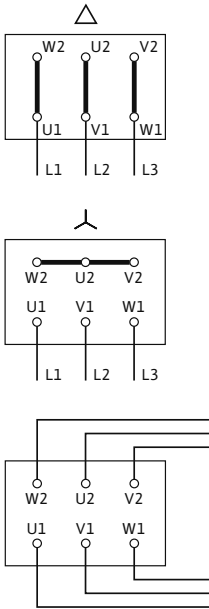

Fig. 17: Elektrik şebekesi bağlantısı
Elektrik bağlantısı için olan bağlantı şeması, klemens kutusunun kapağında bulunur (ayrıca bkz. Fig. 17).
- Elektrik şebekesi bağlantısı, P₂ motor gücüne, şebeke gerilimine ve açma türüne bağlıdır. Klemens kutusundaki bağlantı köprülerine yönelik gerekli devreleme için bkz. "Tab. 4: Bağlantı klemenslerinin kullanımı", sayfa 17 listesi ve Fig. 17.